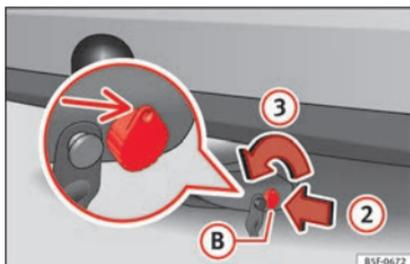

Abb. 241 Schließ entriegeln
- Stecken Sie den Schlüssel (B) in Pfeilrichtung ② in das Schließ » Abb. 241.
- Drehen Sie den Schlüssel in Pfeilrichtung ③, so dass der gelochte Teil des Schlüssels nach oben zeigt.